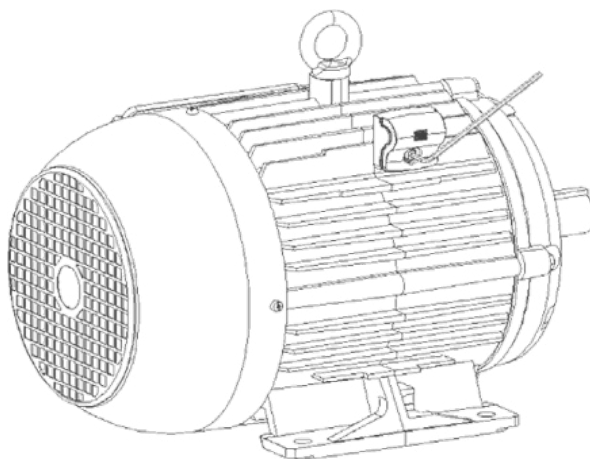

Figura 3.2: Detalhe do parafusamento do sensor na bucha recartilhada
4. Usando uma chave Allen de 3 mm, aparafuse o sensor na bucha recartilhada e verifique o seu aperto. O torque máximo de aperto é de 2,8 Nm. Conforme a Figura 3.2 na página 37.
4. Usando uma chave Allen de 3 mm, aparafuse o sensor no furo roscado e verifique o seu aperto. O torque máximo de aperto é de 2,8 Nm. (ver Figura 3.2 na página 37).
4. Usando uma chave Allen de 3 mm, aparafuse o sensor na bucha recartilhada e verifique o seu aperto. O torque máximo de aperto é de 2,8 Nm. (ver Figura 3.2 na página 37).